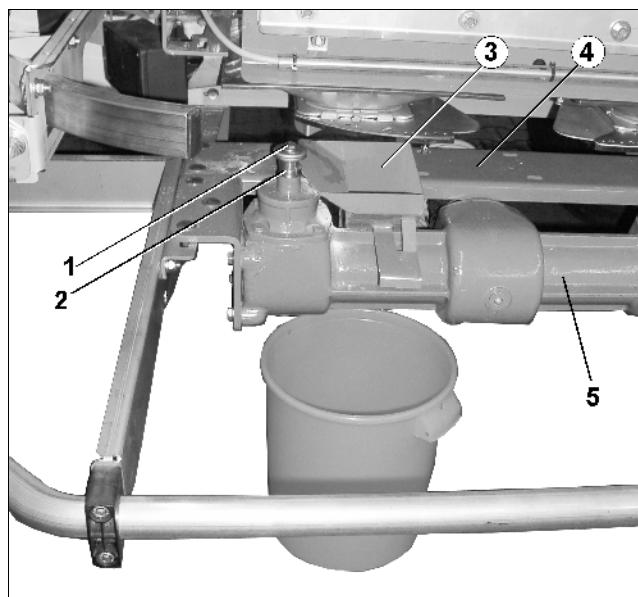

Рис. 28
- Извлеките болт с шестигранной головкой (Рис. 28/1) для крепления левого распределяющего диска и снимите распределяющий диск с приводного вала (Рис. 28/2).
- Установите воронку для установки на норму внесения (Рис. 28/3) между перемычкой (Рис. 28/4) и распределительным редуктором (Рис. 28/5) и вдвиньте до приводного вала.
- Приемную емкость (Рис. 28/6) разместите под воронкой для установки на норму внесения.